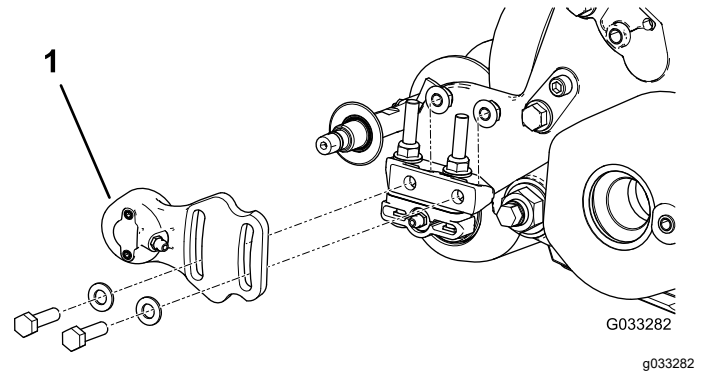
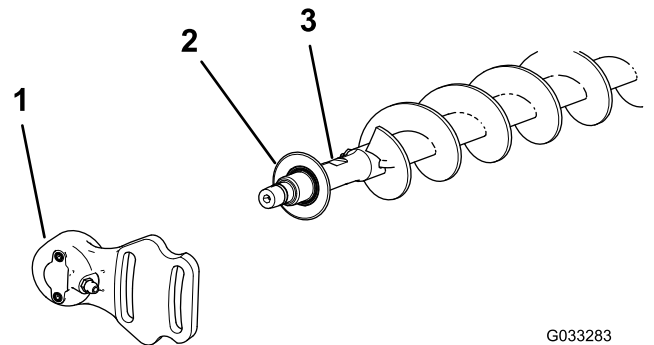

图 20
图 21
1. 如果滚刀组上安装有一个滚筒刷应拆下将非传动轴承座固定到轴承座安装支架图 20和图 21上的 2 个螺栓、垫圈和螺母。
2. 滑动非传动轴承座和防尘圈从刷轴上取下来图 21。
9. 把防尘圈和非传动轴承座安装到刷轴上 图 21。